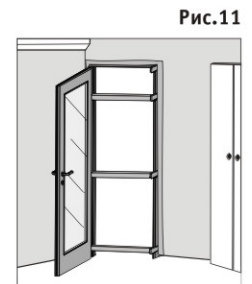

Рис.11
5.1.6. Поставьте дополнительные распорки на уровне верхних петель и чуть ниже замка. После установки распорок еще раз проверьте равномерность зазоров между полотном и коробкой (рис.11).